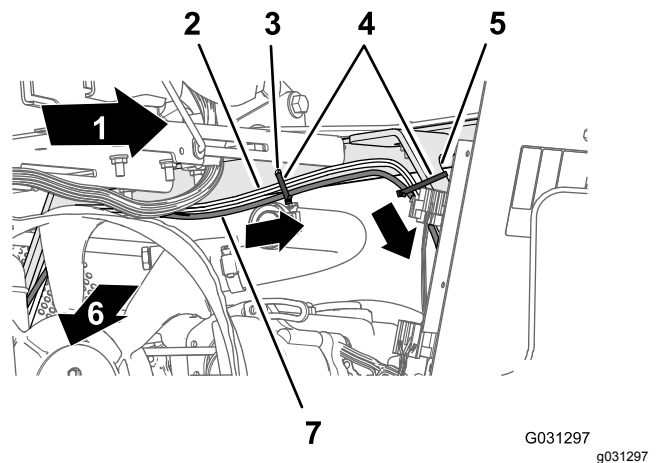
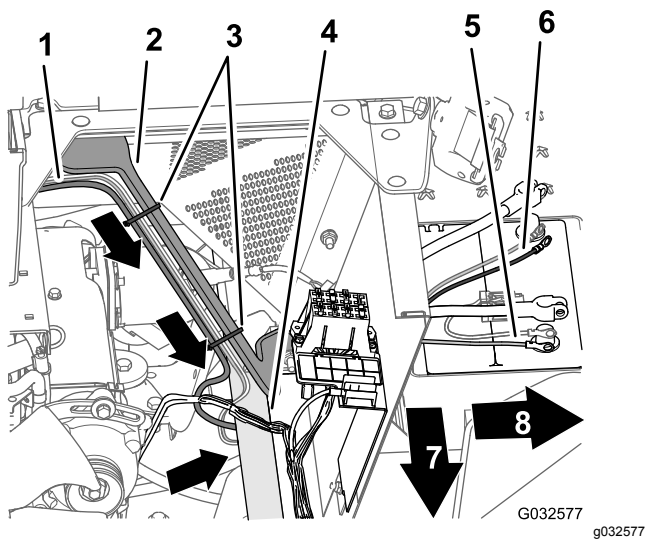

Рисунок 139
Рисунок 140
4. Прикрепите жгут проводов к отверстию в угловой части опоры сиденья и опоре кожуха двигателя с помощью трех кабельных стяжек (Рисунок 139 и Рисунок 140).
3. Проложите ответвление длиной 220 см жгута электропроводов для навигации вдоль левой опоры кожуха двигателя и под левой трубой рамы (Рисунок 139).
5. Проложите ответвление длиной 220 см с предохранителем на 10 А и положительной/отрицательной круглыми клеммами жгута электропроводов для навигации к верхней части аккумуляторной батареи (Рисунок 140).